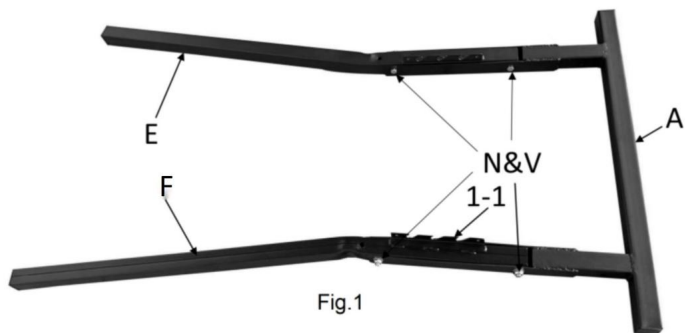

Fig.1
1. Montera höger och vänster ben (E & F) på basramen (A). Sätt in änden av varje ben in i basramens öppningar och rikta in bulthålen. Höjden justeringsskåror (Fig.1 1-1) kommer att vara på insidan och benen måste vinklas utåt. Säkra varje ben med en rambult (N) och låsmutter1 (V). Sätt in de två benbult (N) och låsmutter1 (V) tryck sedan ned ändarna för att säkra benen.